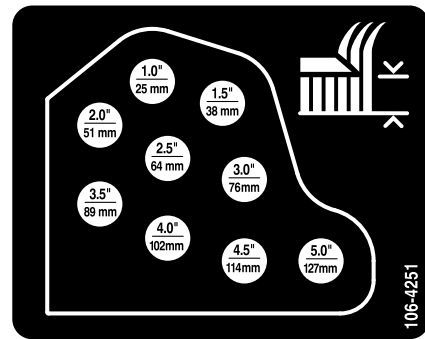

Figura 21
- Monte as correntes da altura de corte no orifício da altura de corte desejada com o perno de gancho e pino de segurança (Figura 21).